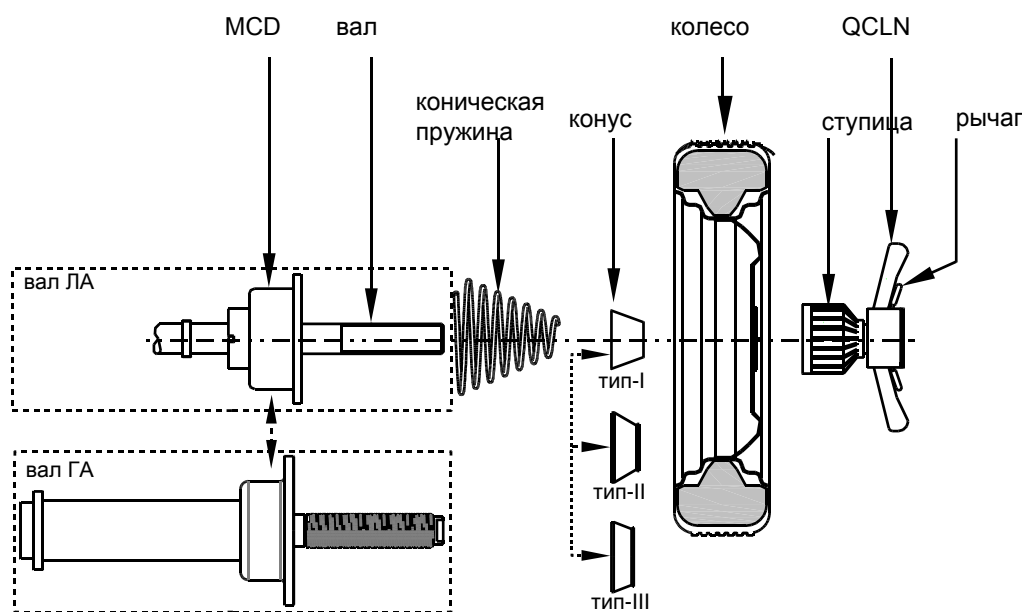

рис. 8
3. плавно надвиньте конус посадки колеса на вал состыковывая концом с большим диаметром к самоцентрирующему устройству вала, как показано на рис.8.